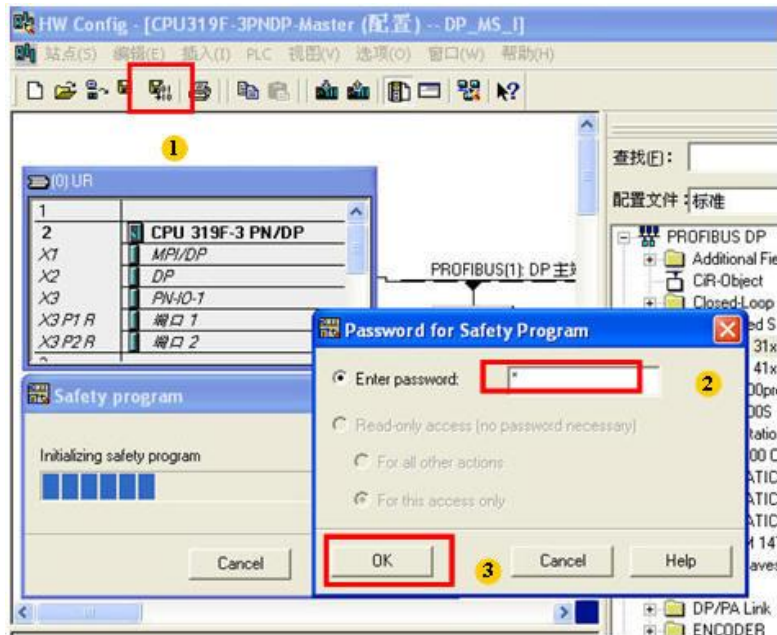

图 2-18 保存和编译
- 18) 点击“保存和编译”。编译时需要输入安全程序密码。此例密码为：1111，如图 2-18